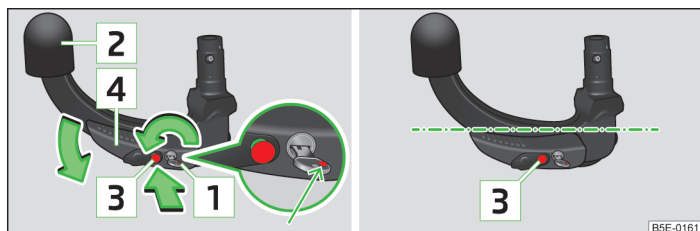

Fig. 153 Impostare la predisposizione/Predisposizione
- Ruotare la chiave in maniera tale che il suo contrassegno di colore rosso sia visibile » fig. 153.